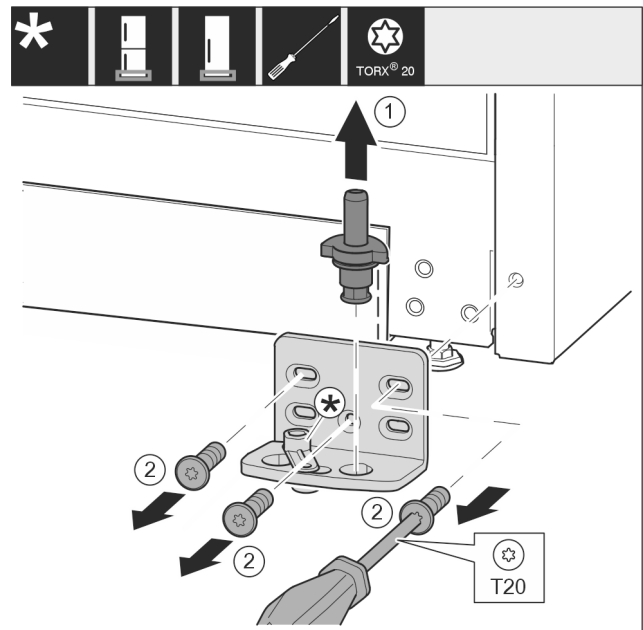

Fig. 11
- Dra ut lagerbulten Fig. 11 (1) helt uppåt.
- Skruva ur skruvarna Fig. 11 (2) med skruvmejsel och ta bort lagerbocken.